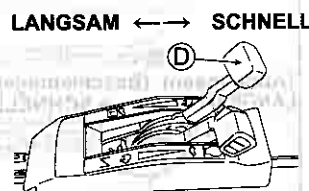

Abb. 19. (W721 / W721PRO)
- 5 Passen Sie die Geschwindigkeit mithilfe des Ganghebels (D) an. (siehe Abb. 19.)